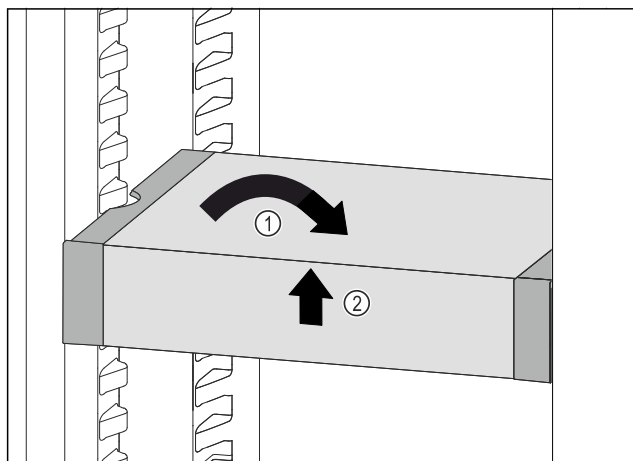

Fig. 118
- Predal VarioSafe postavite ravno. Fig. 118 (1)
- Predal VarioSafe dvignite spredaj. Fig. 118 (2)